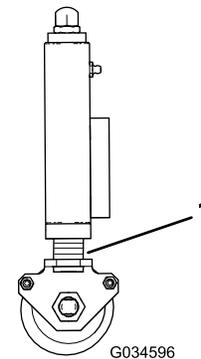

**Figura 30**
1. Girate il gruppo dado di regolazione su entrambe le estremità in senso orario per diminuire l'altezza di taglio, o in senso antiorario per aumentare l'altezza di taglio (Figura 30).